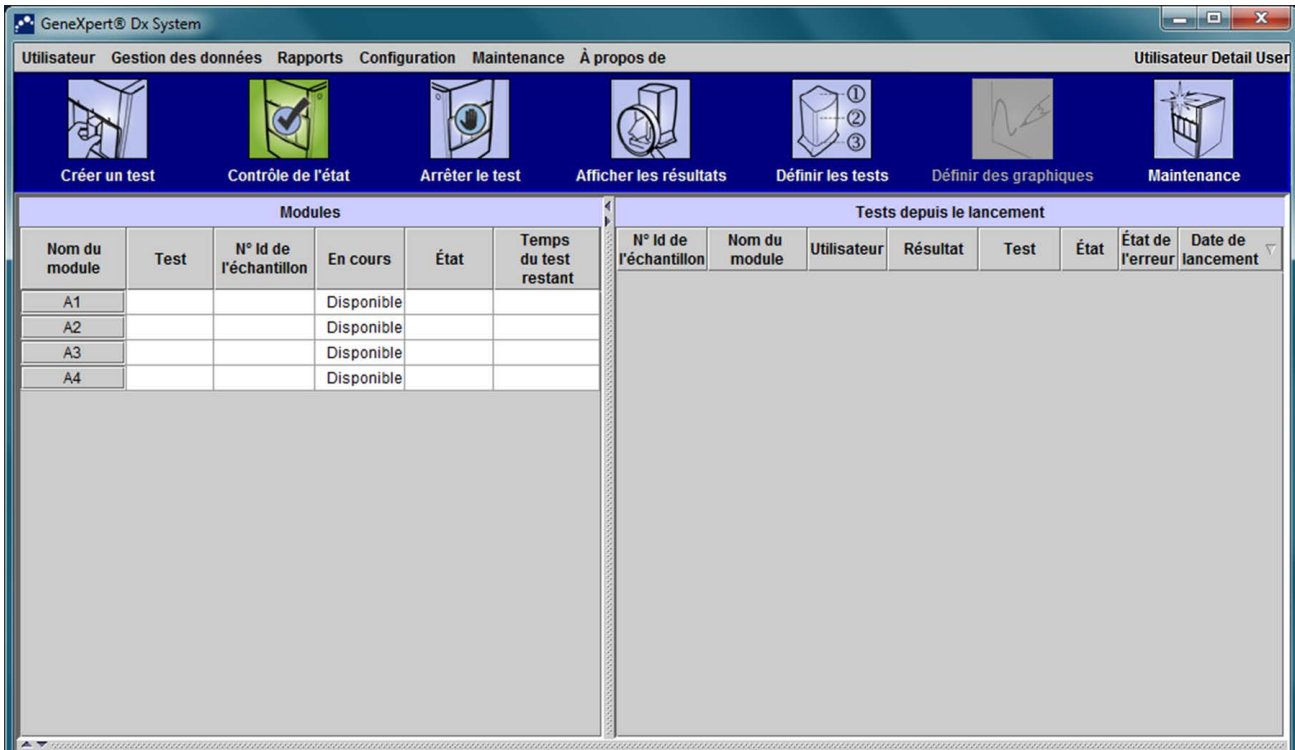

Figure 5-113. Écran d'accueil du GeneXpert Dx
- 1. Sur l'écran d'accueil du GeneXpert Dx system, sélectionnez le bouton **Créer un test**. Voir la Figure 5-113.